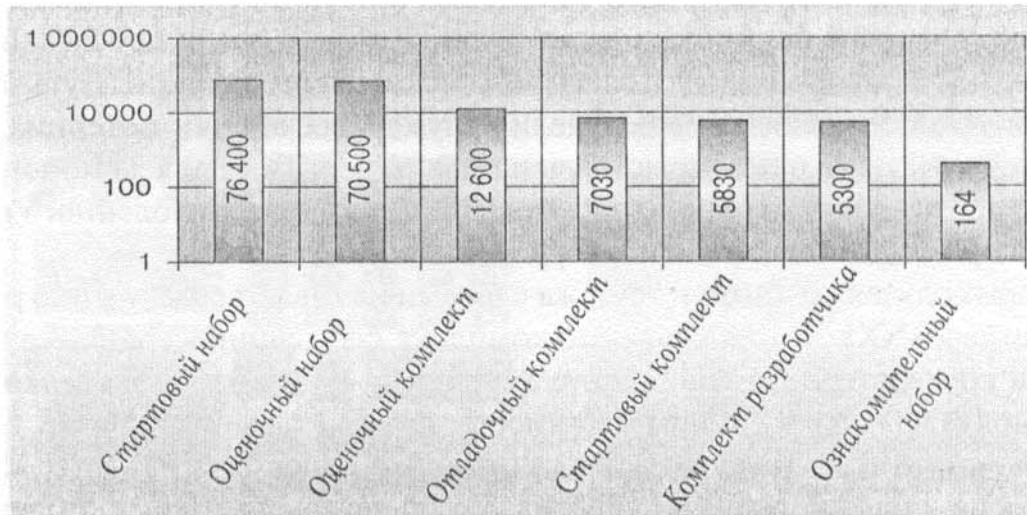

Рис. 1.6. Частота употребления русскоязычных названий для «Kit» в Интернете
- стартовый набор («Kit», Рис. 1.6).